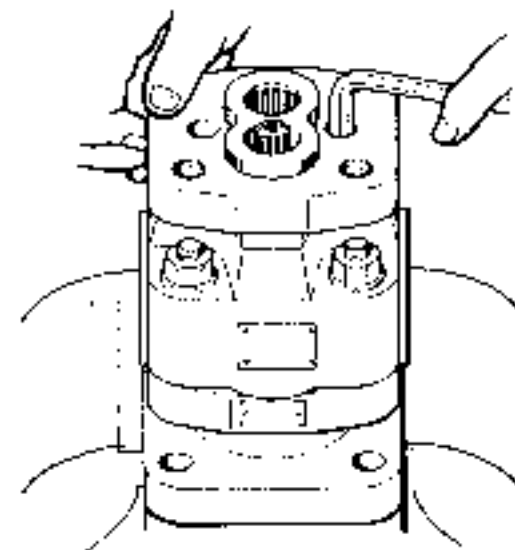

Fig. 6
7. Unscrew hex. socket bolts ㊬ . (Fig. 6)
7. 六角穴付ボルト ㊬ を外す。(Fig. 6)